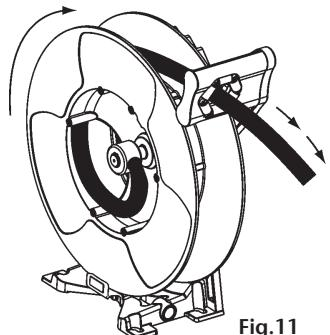

Fig.11
- Pull the hose out 10 feet (3 metres) and let the hose reel latch (fig. 11).
- Extraiga unos 10 pies (3 metros) de manguera y trinque la manguera (fig. 11).
- Tirer le flexible de 3 mètres et bloquer le tambour au moyen du cliquet (fig. 11).